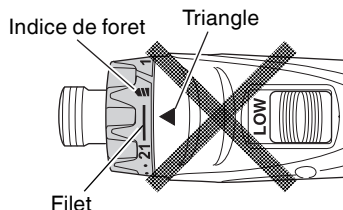

Fig. 10
- N'utilisez pas l'outil avec le sélecteur de débrayage positionné entre le chiffre "21" et la ligne au centre du indice de foret "△▽▽", vous risqueriez de l'endommager (Voir Fig. 10).